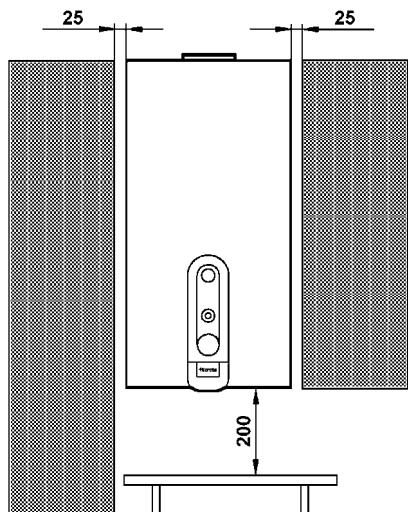

Рис.3
- Для доступа к водонагревателю при техническом обслуживании необходимо оставить вокруг водонагревателя свободное пространство, как показано на рис.3.
- Приток воздуха к водонагревателю должен быть свободным. Поэтому запрещается установка водонагревателя в плотно закрывающиеся шкафы или стенные ниши. (рис.3).